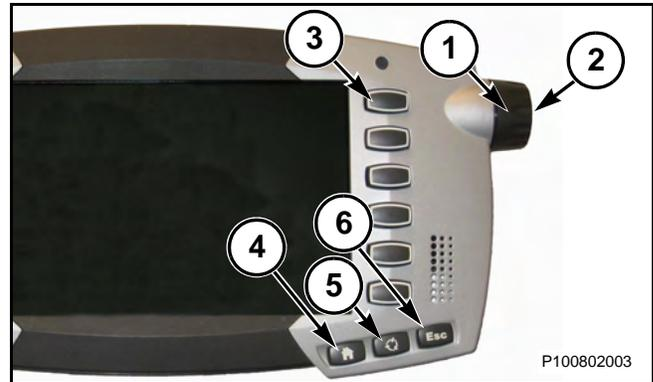

FIG. 57
FIG. 57: El terminal virtual muestra información sobre la operación de la máquina en una consola de visualización. La rueda de desplazamiento (1) y el botón de rueda de desplazamiento (2) en el terminal lo ayudarán a navegar por las pantallas seleccionadas. Las teclas rígidas (3) se usarán para seleccionar iconos dentro de las pantallas. El botón de selección de inicio (4) lo llevará de regreso al menú principal. El botón de selección (5) le permitirá avanzar y retroceder entre conjuntos de trabajo. El botón de selección de escape (6) lo llevará una pantalla hacia atrás.